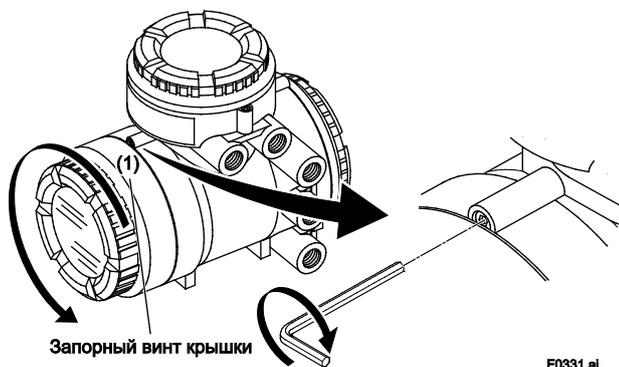

Рисунок 3.6.2 Снятие крышки индикатора (вынесенный преобразователь AXW4A)
(1) Снятие крышки
- Освободите запорный винт крышки (1) (см. Рис 3.6.1 и Рис. 3.6.2), поворачивая его по часовой стрелке шестигранным гаечным ключом, чтобы разблокировать крышку. При доставке с завода-изготовителя крышка заблокирована. Держите расходомер в руке. Снимите крышку, поворачивая ее против часовой стрелки.
(3) Установка крышки
- Чтобы зафиксировать крышку, закрепите ее с помощью запорного винта крышки (1) (см. Рис 3.6.1 и Рис. 3.6.2), поворачивая его против часовой стрелки шестигранным гаечным ключом (с номинальным размером 3).